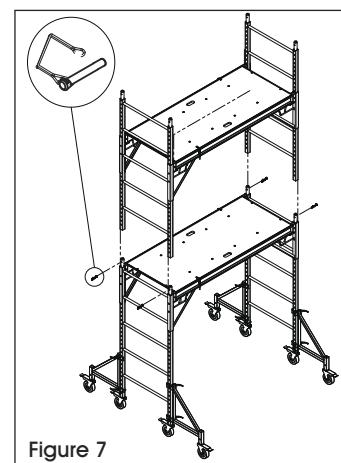

Figure 7
- Installez les cadres d'extrémité de l'unité supérieure sur les cadres d'extrémité de l'unité de base. Insérez quatre goupilles à anneau carré pour fixer les unités d'échafaudage. (Voir Figure 7)
4. Fixez deux renforts latéraux aux cadres d'extrémité supérieurs à la hauteur de plateforme désirée. Placez la plateforme afin qu'elle soit parfaitement horizontale et fermement logée dans les deux renforts latéraux. (Voir Figure 7)